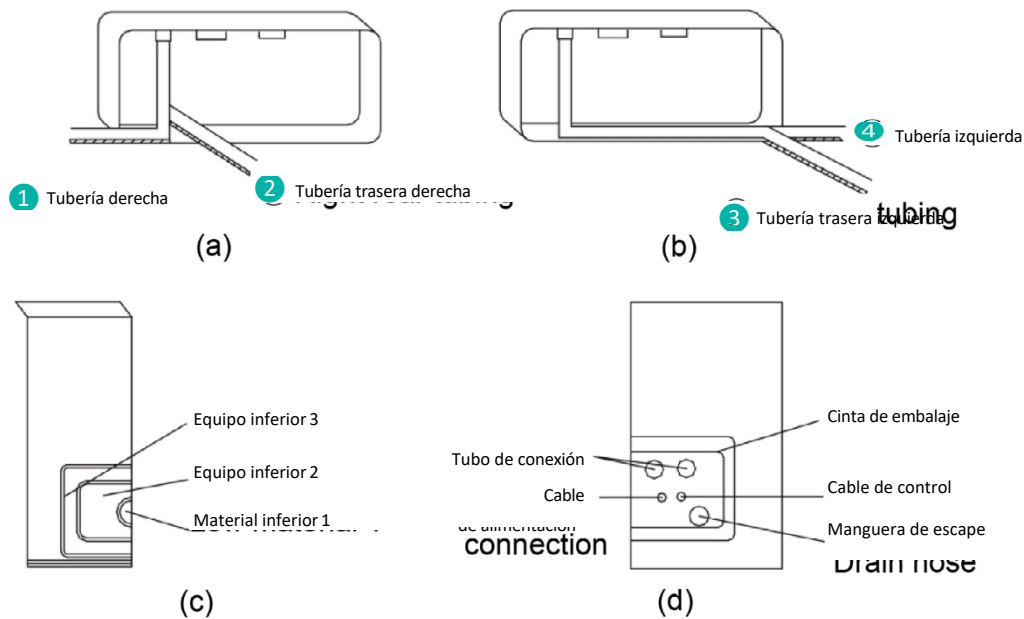

Fig. 5.6
- 1 Al instalar la tubería y el cableado en el lado izquierdo o derecho de la unidad interior, es necesario cortar las aberturas de la tubería a la izquierda en el soporte de la unidad. (Véase la fig. 5.6)
- 2 Pase la tubería y el cable por el orificio de la tubería después de haberlos fijado (véase la fig. 5.6 (d)).